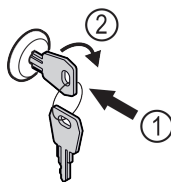

Fig. 180 Representación a modo de ejemplo
- ▶ Introducir la llave Fig. 180 (1).
- ▶ Girar la llave 90° en sentido horario *Fig. 180 (2)*.